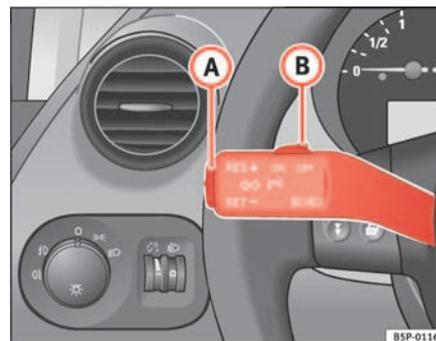

Fig. 141 Levier des clignotants et de l'inverseur-codes : contacteur et touche à bascule pour le régulateur de vitesse
- Déplacez la commande ⇒ fig. 141 **(B)** vers la gauche pour la régler sur **ON**.